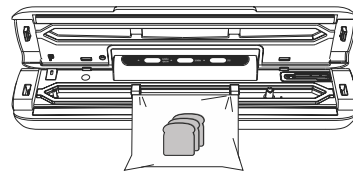
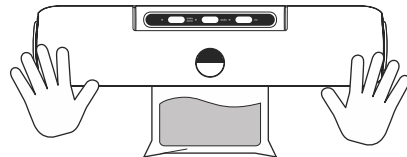

Рис. 1
Рис. 2
2. Откройте прибор, нажав на кнопки фиксатора крышки (6).
3. Поместите край будущего пакета на поверхность термомленты (8) так, чтобы пакет был вставлен в фиксаторы (9) (Рис. 1). Аккуратно закройте крышку так, чтобы сработали оба фиксатора по бокам (Рис. 2).